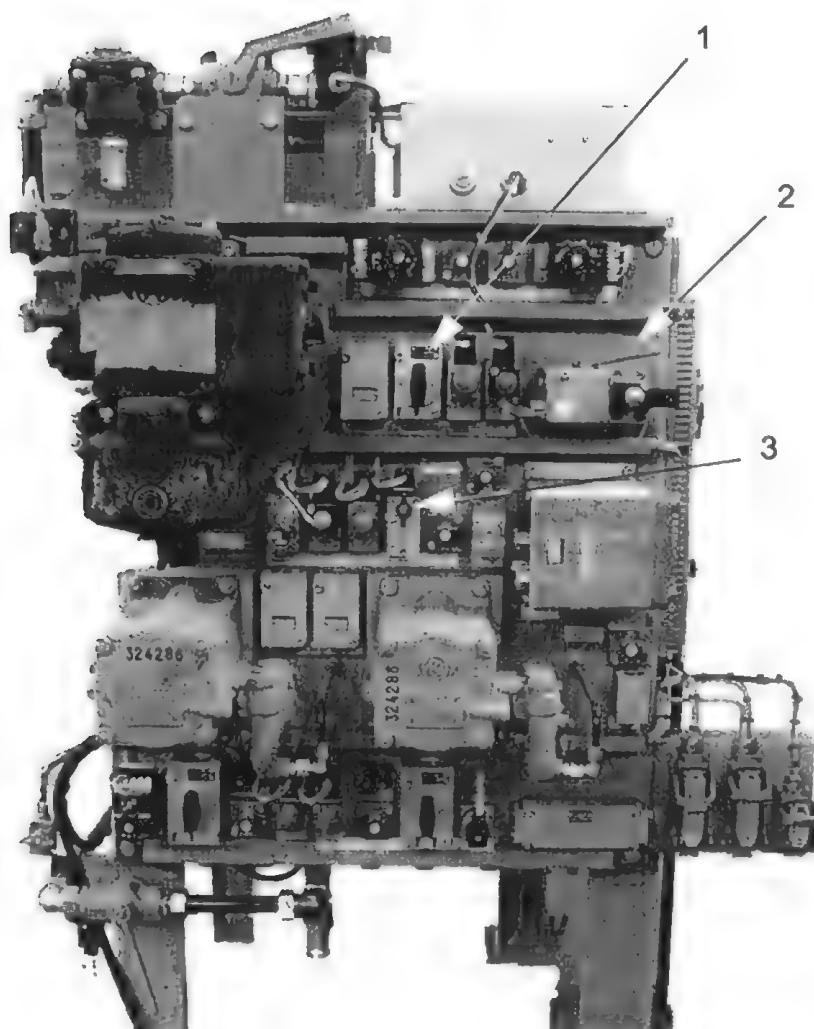

Bild 13-4 / Bremstafel
- Direkte Bremse absperren. Absperrhahn „Direkte Bremse“ (Bild 13-4 / Pos. 3) auf der Bremstafel waagerecht stellen.
- Das Sifa-Ventil auf der Bremstafel (Bild 13-4 / Pos. 2) absperren (nach rechts legen)
- Absperrhahn „Schleppbetrieb“ (Bild 13-4 / Pos. 1) auf der Bremstafel senkrecht stellen.